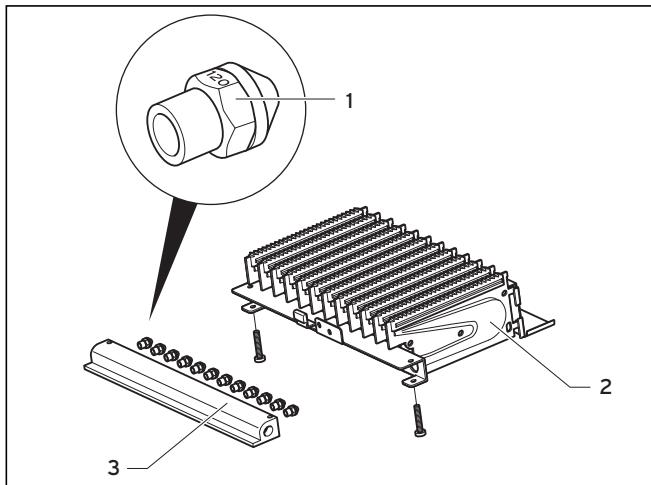

Fig. 6.6 Identification des injecteurs
- Contrôlez si les buses correctes sont installées, voir fig. 6.6 "Identification des injecteurs". Vérifiez que les injecteurs sont appropriés ; voir tab. 10.2, Valeurs relatives à la catégorie de gaz. Comparez à cet effet les données inscrites sur les injecteurs avec les indications du tableau de la section 10, Caractéristiques techniques. Vous devrez pour cela démonter éventuellement le brûleur ; voir section 7.2, Nettoyage du brûleur.